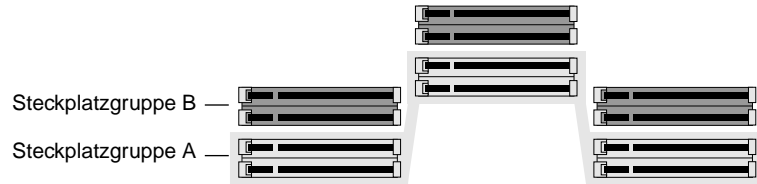

Abbildung 3-2 Bestimmen der Steckplatzgruppen für DIMM-Module
- Bestimmen Sie die Steckplatzgruppen für DIMM-Module wie in Abbildung 3-2. Die Steckplatzgruppen A und B sind in drei vertikalen Reihen angeordnet. Jede Reihe enthält zwei Steckplätze.